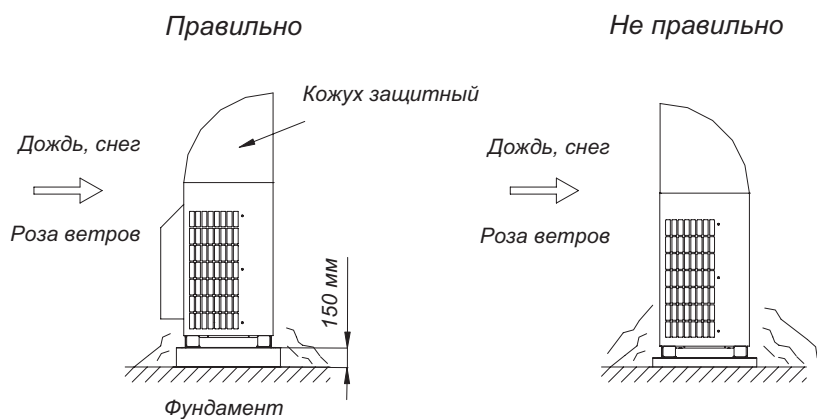

Рис. 10.5
10.1.7.1 В целях исключения попадания в корпус наружного блока осадков (снег, дождь) рекомендуется устанавливать на верхнюю часть блока защитный кожух (рис. 10.5).